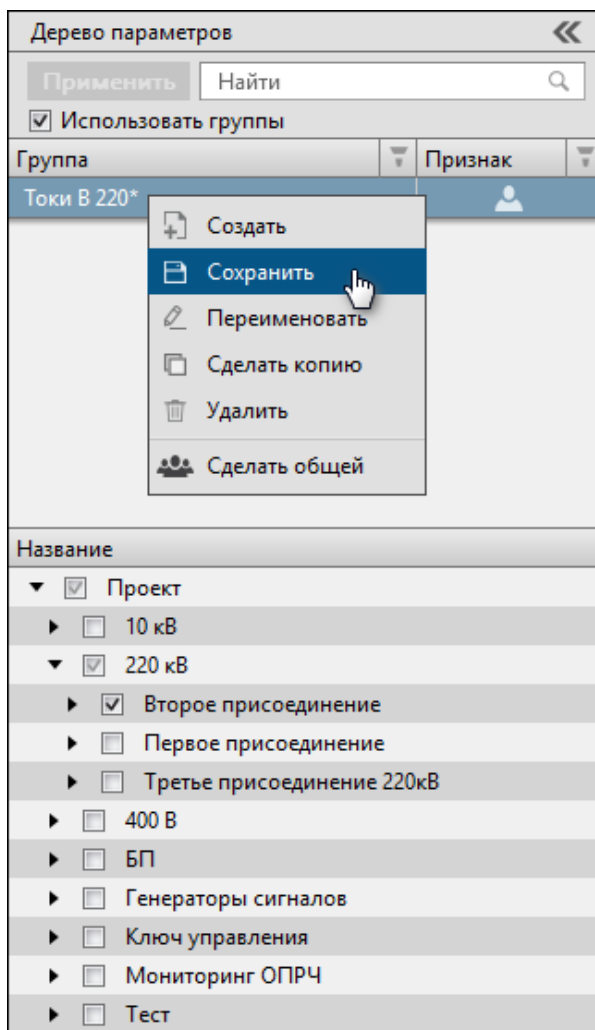

Рисунок 33 - Сохранить
5. Нажмите *ПКМ* по группе сигналов и выберите команду **Сохранить** (Рисунок 33).